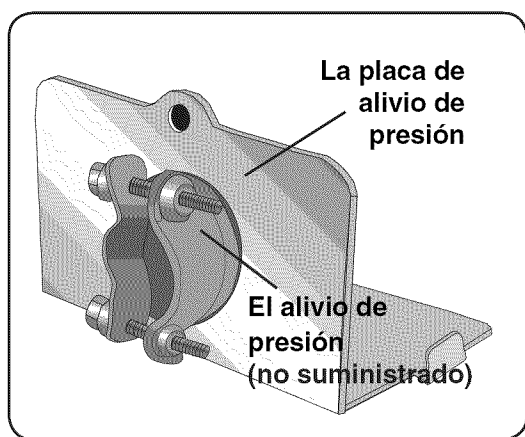

Ilustración 30
- 1 Recoja la placa de alivio de presión e instale un dispositivo de alivio de presión [strain relief] (algo que no proporcionamos) en la apertura de la misma placa. **NOTA:** Acomode el alivio de presión tal como indica en la Ilustración 30.